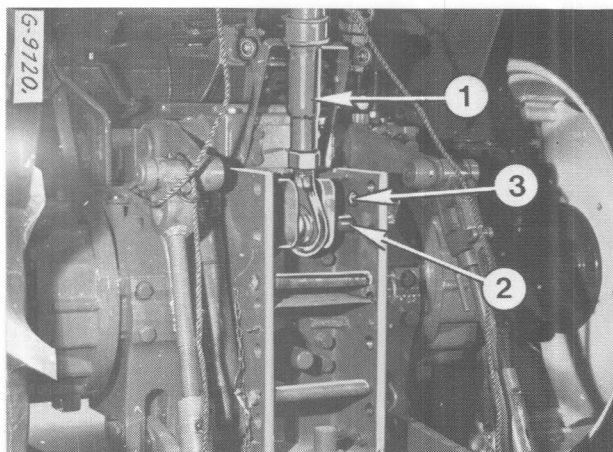

Figure 49
Raccordez le bras du 3ème point (1), fig. 49 au trou (2 ou 3) suivant le cas.